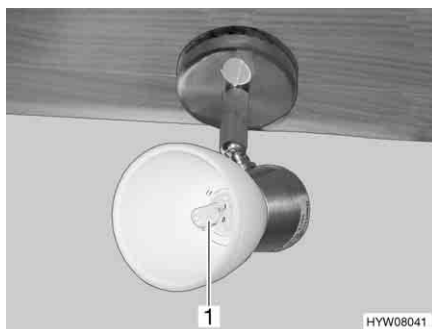

Fig. 179 Faretto alogeno
- Togliere la lampada alogena ad incandescenza (Fig. 179,1) dal supporto, tirandola in avanti.